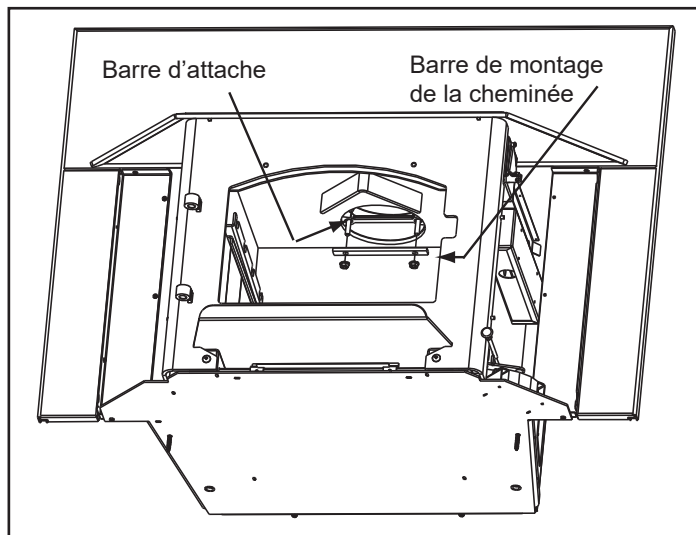

Figure 21.3
1. Une fois l'appareil en place et fixé, atteignez et saisissez la barre de fixation à travers l'ouverture de la cheminée et tirez-la vers le bas à l'intérieur de l'ouverture de la cheminée. **Figure 21.3.**